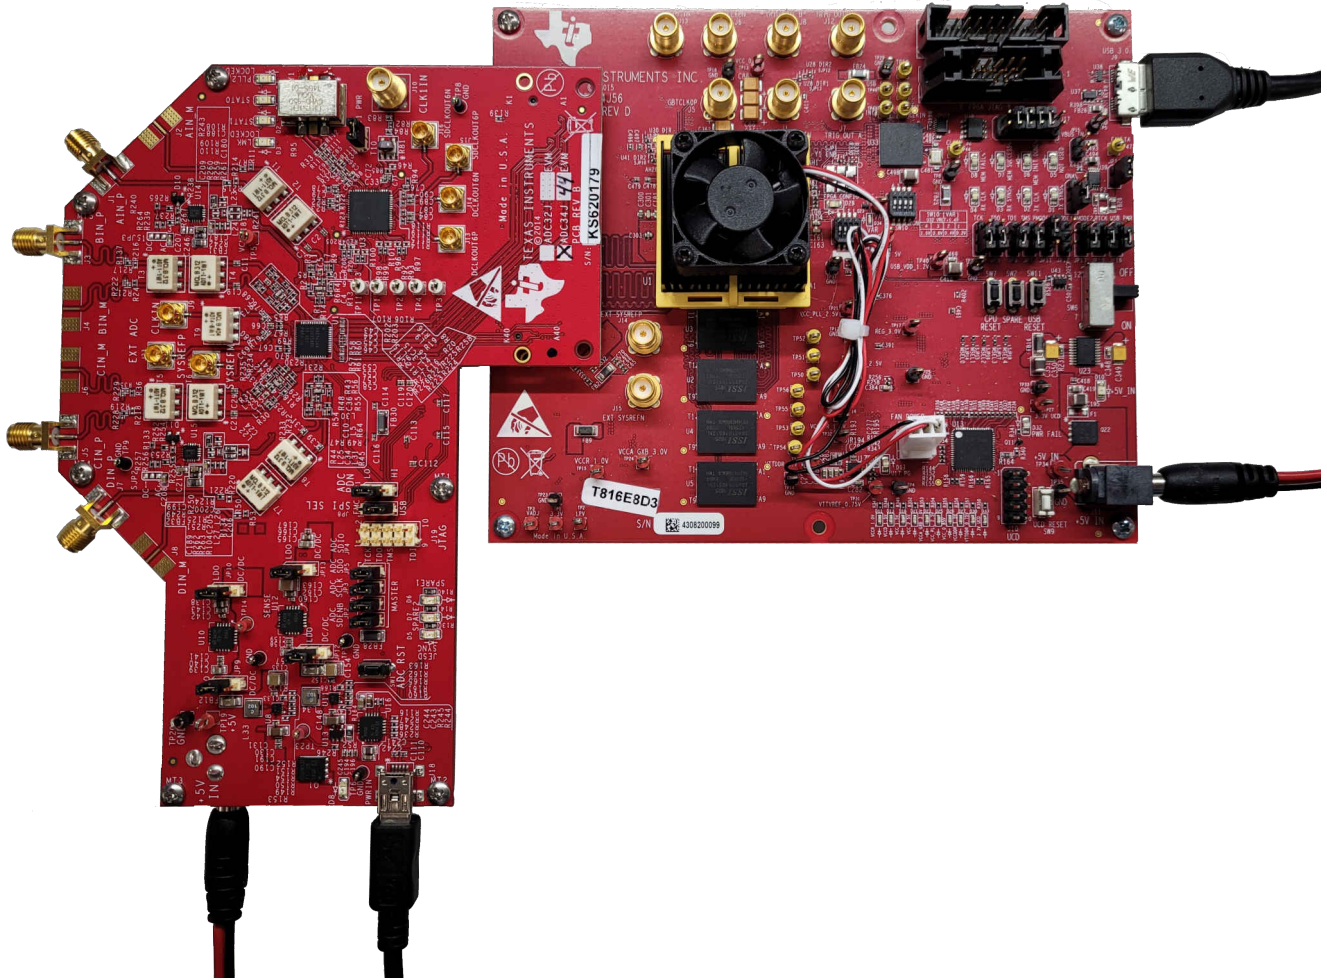

图 8-2. TSW14J56 EVM 连接到 ADC34J45 EVM
- 图 8-2 展示了连接到 ADC34J45 EVM 的 TSW14J56 EVM。